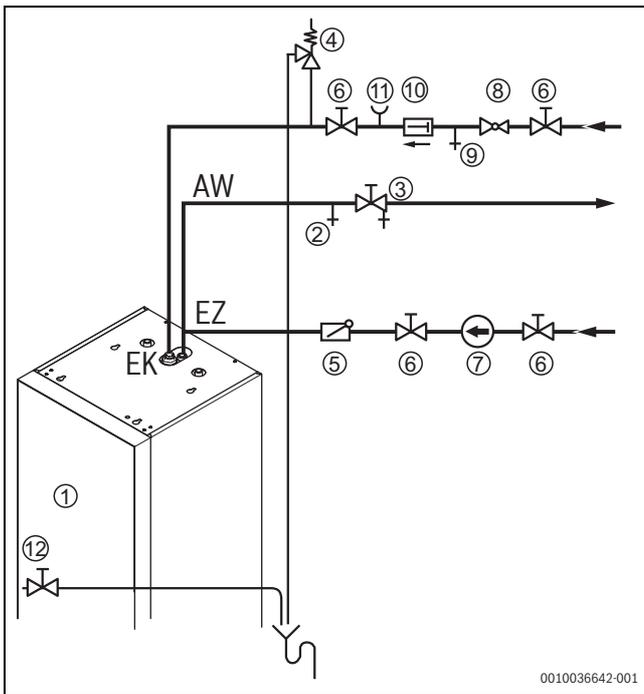

Bild 24 Installation nach DIN 1988 (Prinzipabbildung)
- Für Trinkwasser zugelassenes Sicherheitsventil (→ Bild 24, [4]) ( $\geq$  DN 20) in der Kaltwasserleitung bauseits vorsehen.
- In der Anschlussleitung zwischen Sicherheitsventil und Eintritt Kaltwasser am Speicher darf keine Absperrrichtung installiert sein (→ Bild 24).